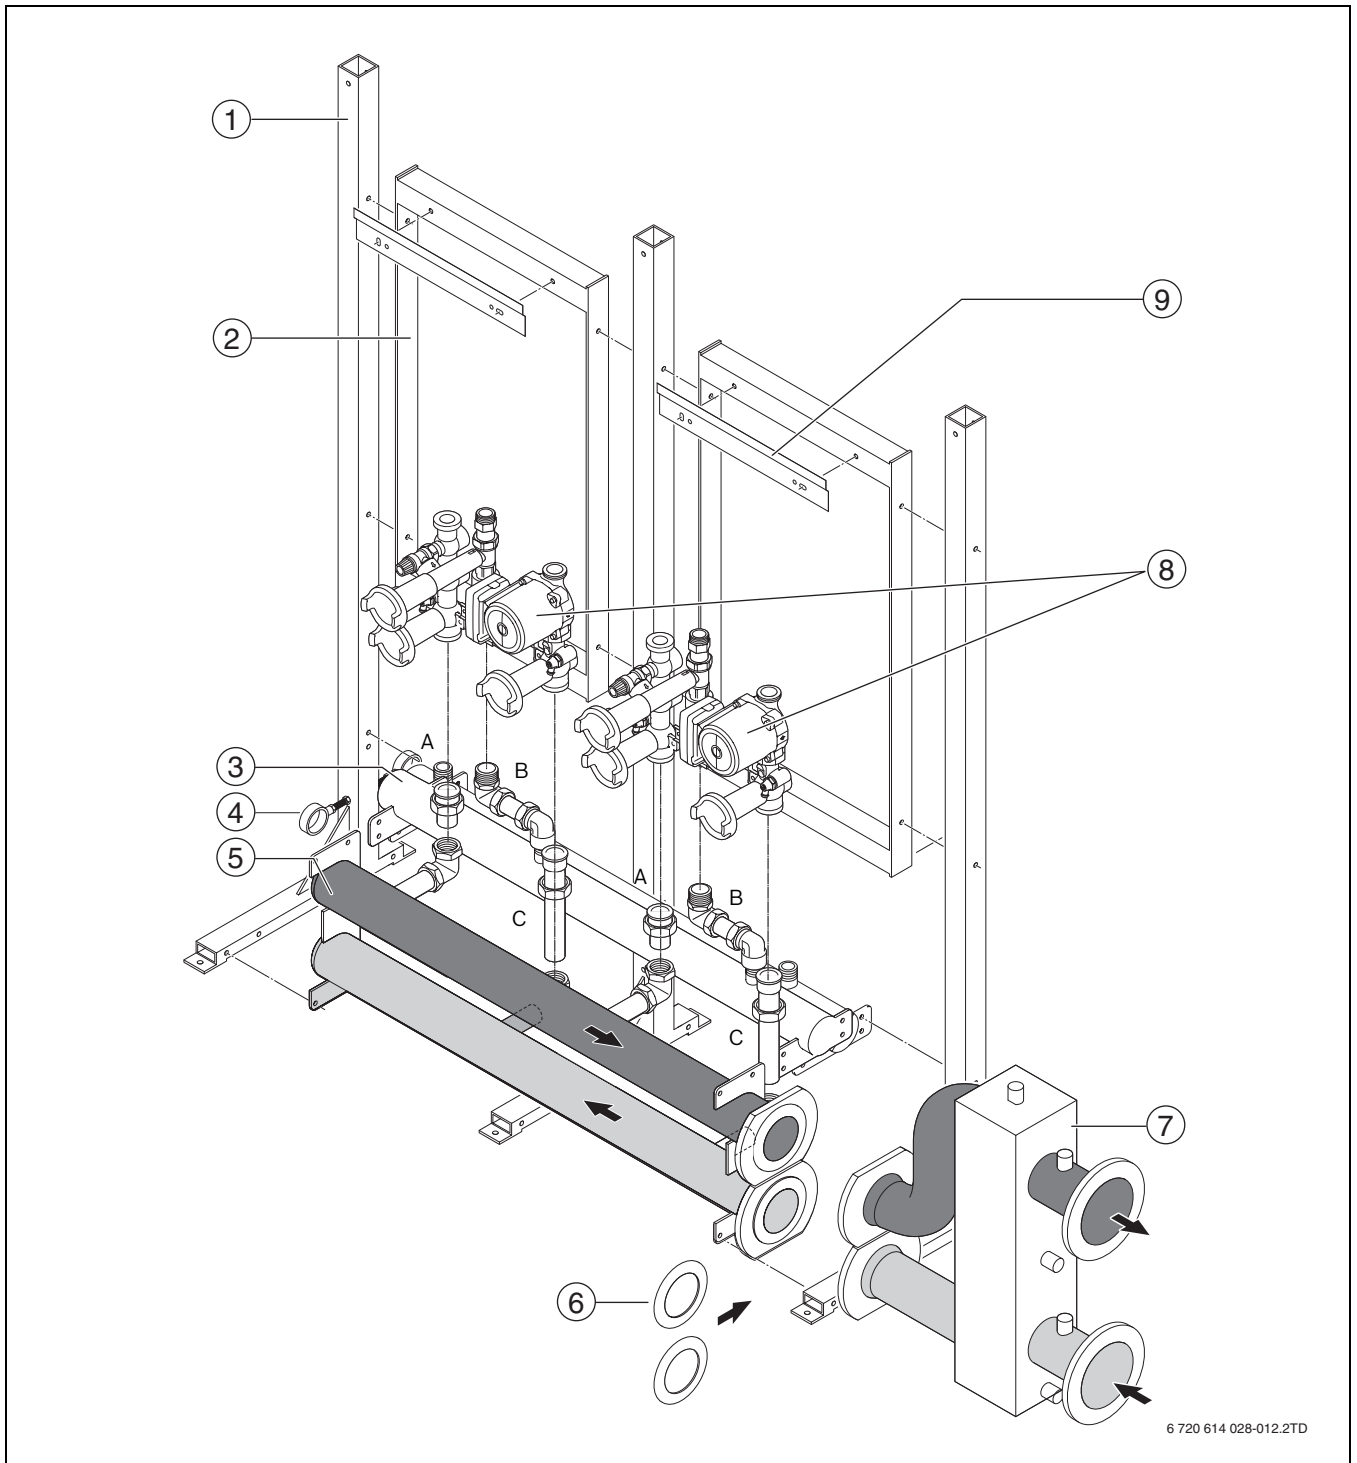

Fig. 5 Posibilități de racordare cadru cascadă
- ▶ Montați scurgerea pentru condensat (→ fig. 5, [4]). Folosiți în acest scop suporturile de fixare de pe stâlpii montați în prealabil.